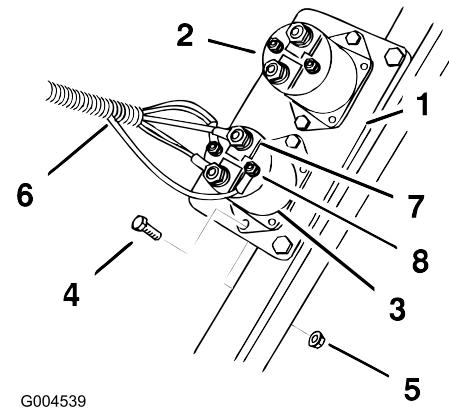

Figura 7
- instale o solenóide na placa existente utilizando dois parafusos (#10 x 3/4 pol.) e duas porcas (#10) como se mostra em Figura 7.